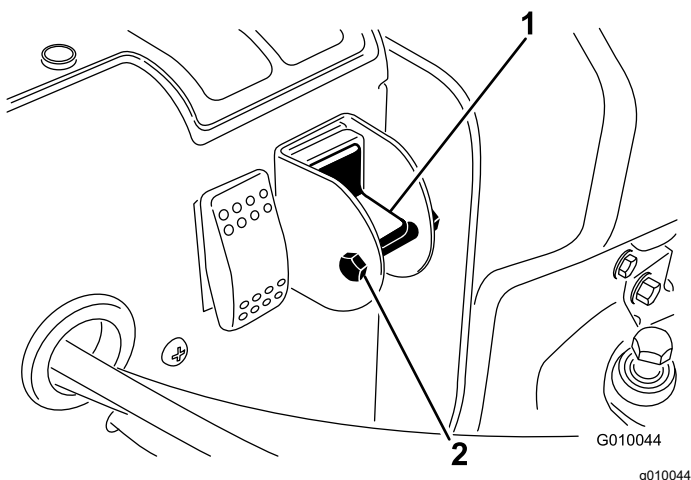

Figure 23
- Retirez le boulon et l'écrou de blocage du sélecteur (Figure 23).